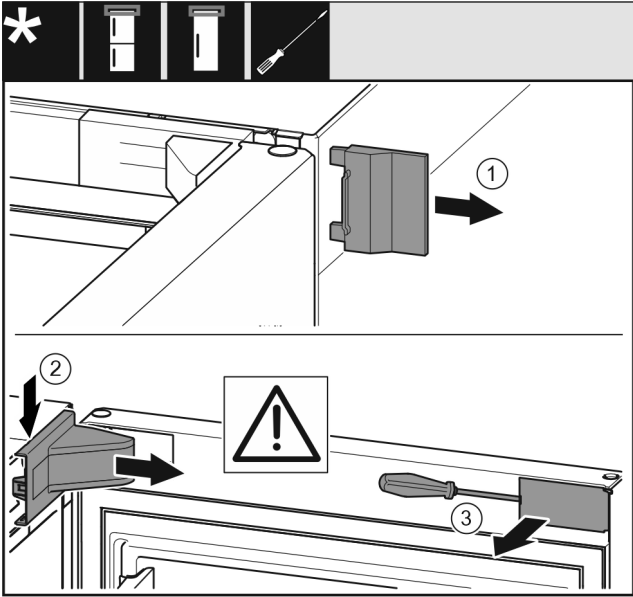

Fig. 7
- 取下外盖 Fig. 7 (1)。
- 拆卸并取下托架盖 Fig. 7 (2)。
- 使用带槽螺丝刀松开隔板 Fig. 7 (3)并把它转到一边。